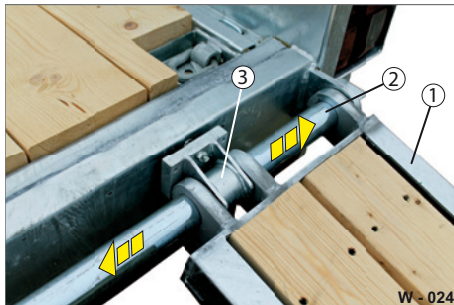

Abb. 19 Auffahrampen-Lagerung schmieren
- ▶ Fetten Sie das Quergestänge / Lagerstellen (Abb. 19/2) mit Maschinenfett ein.